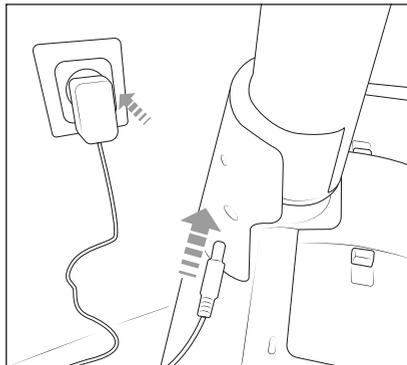

Fig. 3
- 2) Inserire lo spinotto cavo **10** dell'alimentatore **11** nella presa di carica del lato sinistro della stazione di carica **9**. Collegare l'alimentatore **11** ad una presa di corrente (vedere fig. 3).